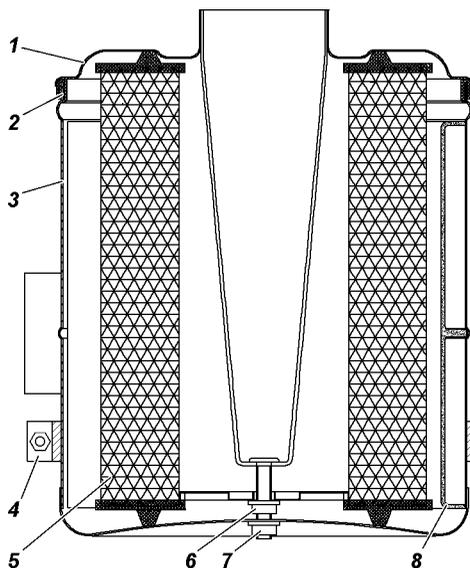

Рис. 9.10. Воздушный фильтр:
- отверните гайку хомута 4 (рис. 9.10), снимите хомут и воздушный фильтр;